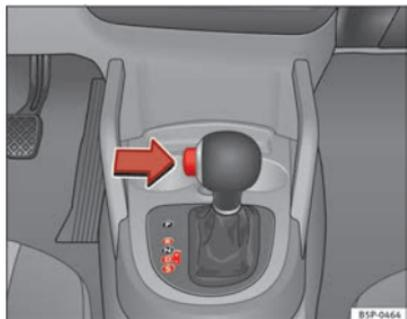

Fig. 145 Guida
- Premere il pulsante del pomello (posto sulla sinistra dello sterzo) ⇒ fig. 145.